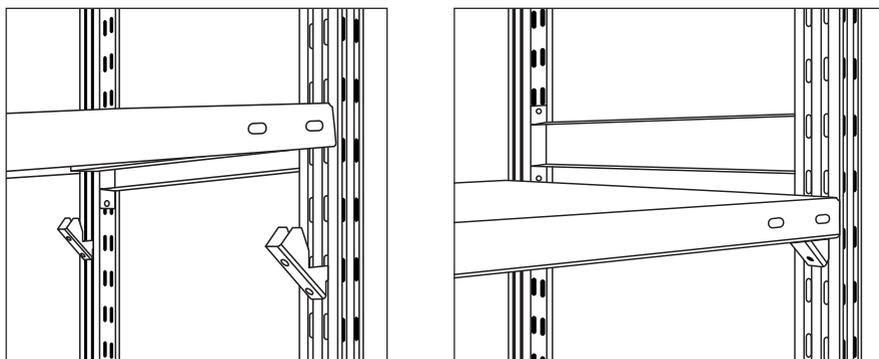

Рис. 9. Установка полки
3. Установите две собранные рамы на расстояния 700, 1000, 1200 или 1500 мм (в зависимости от выбранной ширины полок) кронштейнами друг к другу и опустите одну сторону полки на кронштейны до упора, а затем с усилием нажмите на противоположный край полки до полного зацепления (рис. 9).